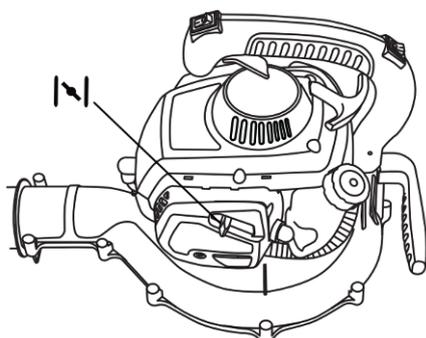
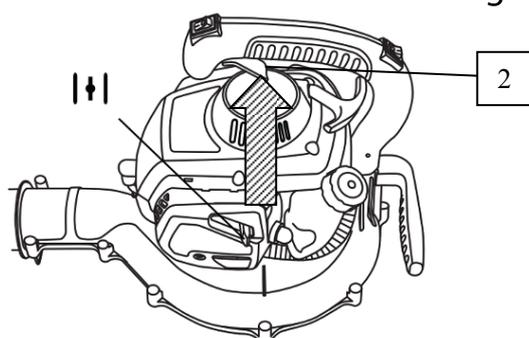

Fig.6
Fig.7
- 3) Pour démarrer un moteur froid, déplacez le levier du starter en position  (Fig. 6). Pour redémarrer un moteur chaud, laissez le levier du starter en position  de marche. (Fig. 7)
- 6) Après avoir démarré le moteur, actionnez la gâchette d'accélération (2) (Fig. 7) et laissez tourner le moteur pendant 2 à 3 minutes pour qu'il se réchauffe avant de le soumettre à toute charge.